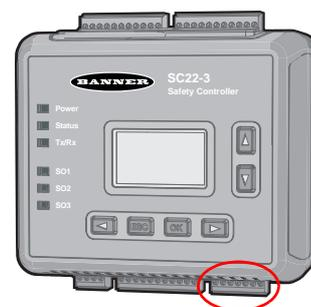

Abbildung 25 Sicherheitsausgangs-Klemmenleiste
- 2) Prüfen Sie entsprechend abbildung 25 auf seite 73, ob der 7-polige Stecker vom Sicherheitskontroller SC22-3 abgezogen ist, um sicherzustellen, dass die Sicherheitsausgänge SO1 (A und B), SO2 (A und B) und SO3 (A und B) nicht an die Maschine angeschlossen sind.